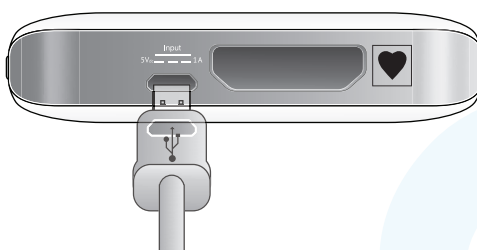

Fig. 3.1.1b
- B. Puerto micro USB :** Se utiliza para cargar el Registrador QT ECG con el cargador de pared (incluido) (Fig. 3.1.1b)